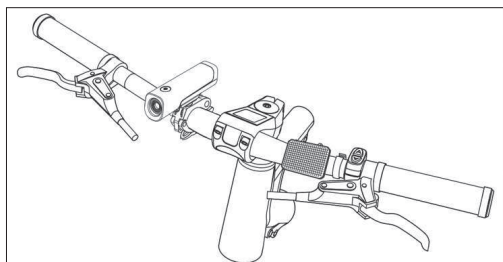

Figura 9-3
- Monte el reflector delantero y el timbre en el manillar, como se muestra en [Figura 9-3].